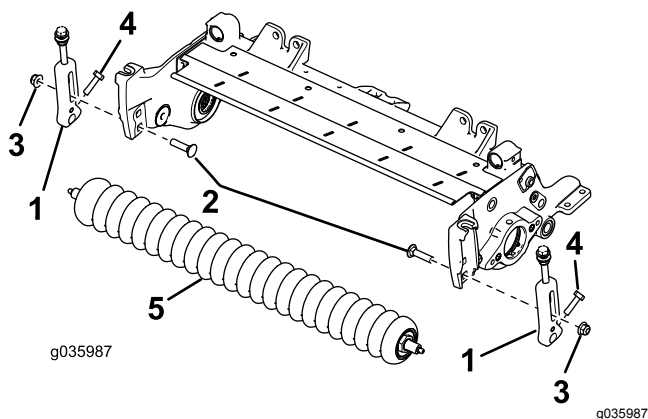

Рисунок 4
6. Выверните каретные болты и контргайки, которые крепят кронштейны высоты скашивания (НОС) к боковым пластинам режущего блока (Рисунок 4).
7. Ослабьте винты крепления кронштейнов высоты скашивания к валу переднего валика (Рисунок 4).
8. Снимите имеющиеся кронштейны высоты скашивания и передний валик с боковых пластин режущего блока (Рисунок 4).